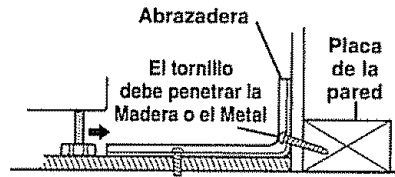

Fig. 2
2. **Pared:** Haga un hoyo piloto de $\frac{1}{8}$ " en ángulo (como se muestra en la Fig. 2) en el centro de cada posición de hoyo premarcada en la pared (un clavo o una lezna se puede usar si no tiene un taladro)
- B. Instale la abrazadera **CONTRA VOLCADURAS** con los 4 tornillos que se proveen como se ilustra en la Fig. 2